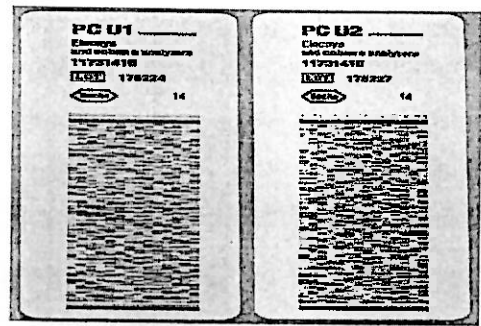

Imagen 56. Tarjetas de códigos de barras de controles.
- Insertar la tarjeta de códigos de barras que viene dentro de la caja del calibrador en la estación de lectura de tarjetas con el código mirando hacia la parte trasera del analizador. (Ver Imagen 56).